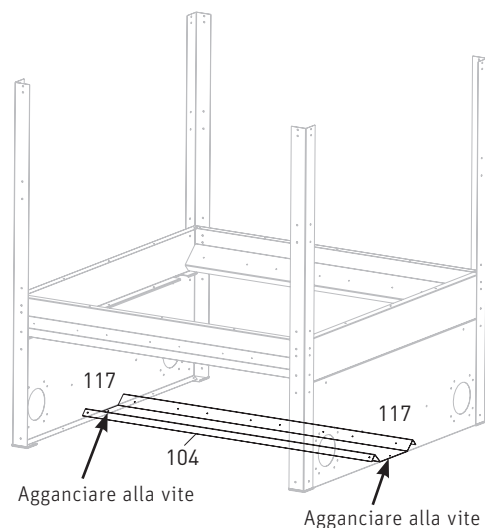

Fig. 8 Montaggio del pannello a pavimento
Inserire il fondo (104) e agganciarlo alle viti delle pareti laterali dell'unità di commutazione a sinistra e a destra (117), quindi avvitare i dadi – Fig. 8.